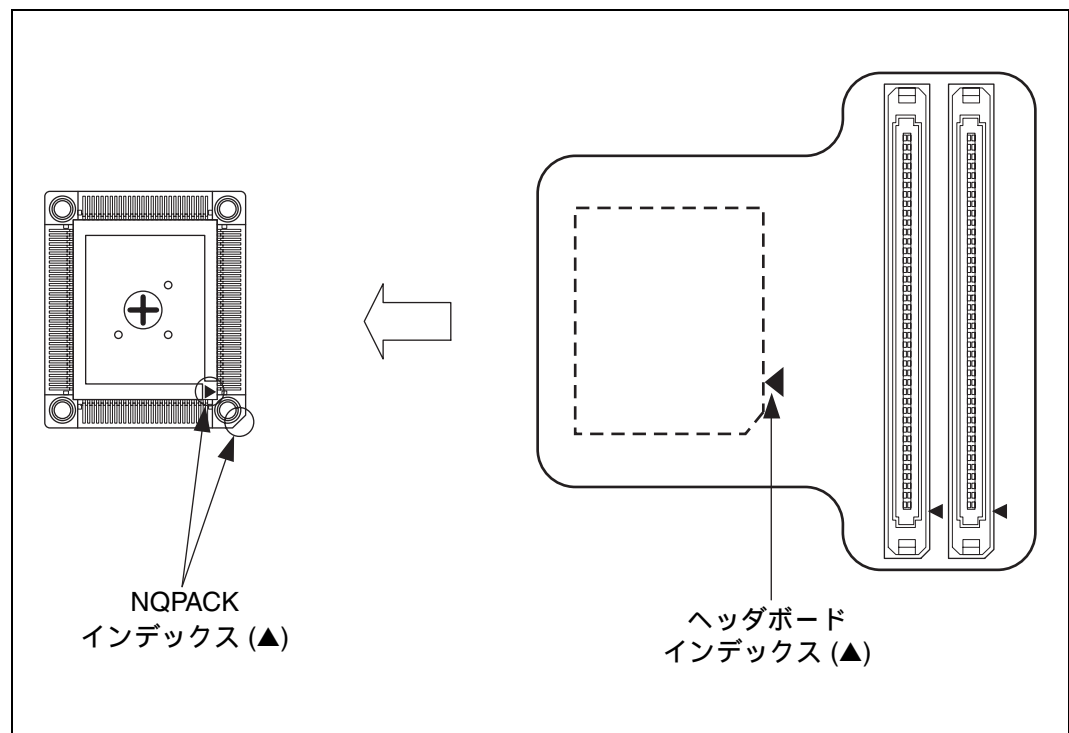

図 3 インデックス位置
1. ヘッダボードとユーザシステムを接続する場合には、ユーザシステム上に実装されている NQPACK のインデックス (▲) の示す 1 番ピンの位置と、ヘッダボード上のインデックス (▲) の位置を合わせて差し込みます(図 3 参照)。YQPACK のピンは細く曲がりやすいため、NQPACK に接続する場合は、YQPACK のピンが曲がらないことを確認して差し込んでください。